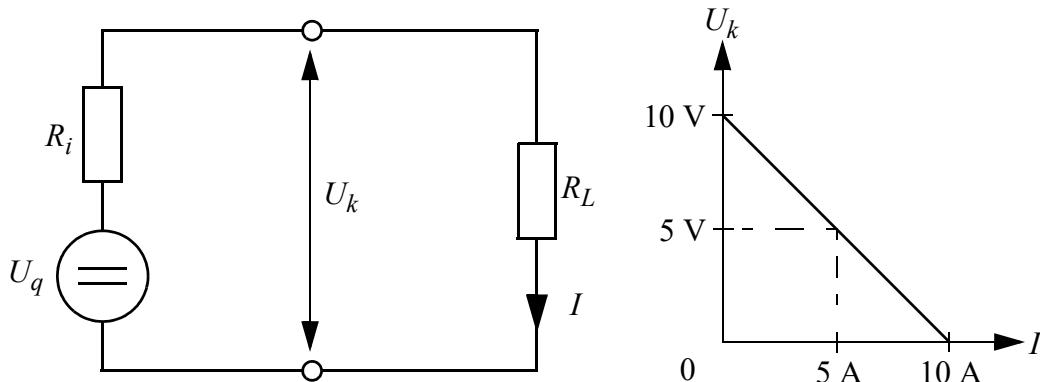

Figure 2.17 Source de tension réelle avec résistance de charge. Graphe de la tension aux bornes de la source en fonction du courant débité.
- 2.17 La première chose à voir est que ce circuit représente une source de tension réelle, c'est-à-dire une source de FEM (EMF)¹ U_q avec une résistance interne R_i , connectée sur une résistance de charge R_L . La tension aux bornes de la source réelle est représentée par la valeur U_k et le courant débité par la source (et qui traverse la charge) est la grandeur I . Ceci est représenté plus clairement à la **Figure 2.17**.